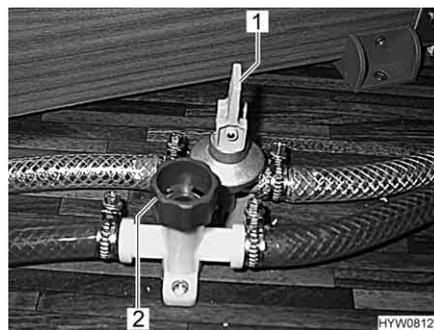

Bild 153 Ablasshähne
- Alle Ablasshähne für den Boiler schließen. Dazu den Kipphebel (Bild 153,1) waagrecht stellen bzw. die Kappe (Bild 153,2) im Uhrzeigersinn drehen.
- Alle Ablasshähne für den Boiler öffnen. Dazu den Kipphebel (Bild 153,1) senkrecht stellen bzw. die Kappe (Bild 153,2) entgegen dem Uhrzeigersinn drehen.